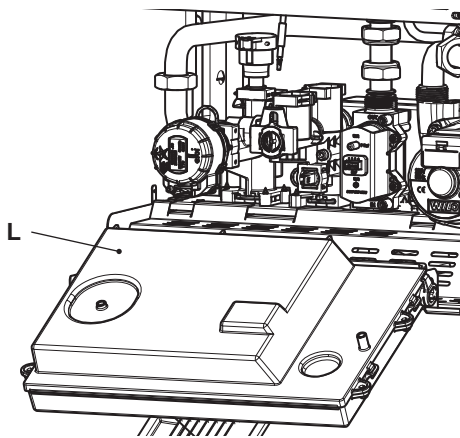

Рисунок 5.19
- Найдите крышку K клеммной колодки L (Рисунок 5.19), отвинтите винты и откройте ее.